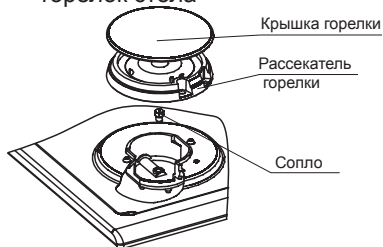

рис. 14
### 22.1. Проведение замены сопла при ремонте, а также при переводе на другой тип газа (рис.14, 15, 16)
- Для замены сопла горелки гриля или горелки пода (см. рис. 14, 15) необходимо отвин-